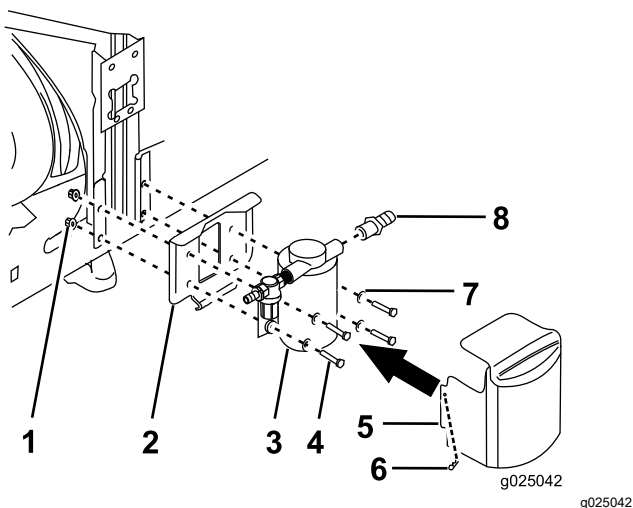

Figura 23
3. Fixezi pompa de clătire i consolă de montare pentru pompa de clătire de suportul pentru supapă (Figura 23) folosind cele 4 uruburi ($\frac{1}{4}$ x 1- $\frac{3}{4}$ inch), 4 aibele ($\frac{1}{4}$ inch) i 4 piulie cu guler crestă ($\frac{1}{4}$ inch).